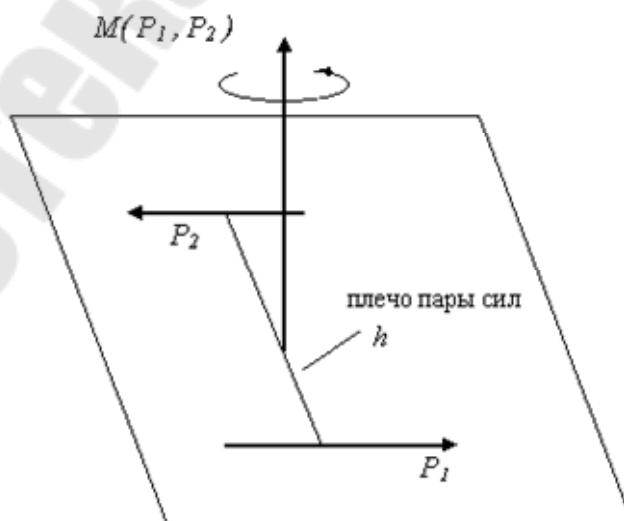

Рис. 6
11. Момент пары сил равен произведению модуля силы на кратчайшее расстояние между линиями действия сил, называемых плечом пары сил. Вектор момента пары сил перпендикулярен плоскости, в которой лежат силы, и направлен в ту сторону, откуда вращение пары видно против часовой стрелки (рис. 6).